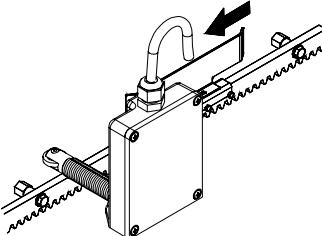

Fig.20
6) Répéter les opérations des points 4 et 5 pour le fin de course de fermeture, Fig. 20.